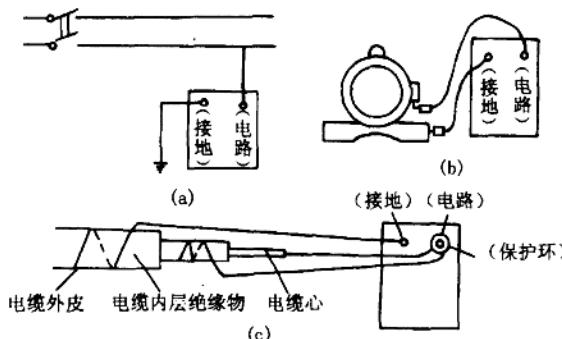

图 3 用兆欧表测量绝缘电阻的正确接法
⑨用兆欧表测量绝缘电阻的正确接法如图 3 所示, 兆欧表上分别标有接地(E)、电路(L)和保护(G)的接线柱。
测量电路的绝缘电阻时, 将被测端接于“电路”接线柱上, 以良好的接地线接于“接地”接线柱上, 如图 3(a)所示。测量电机的绝缘电阻时, 将电机绕组接于“电路”接线柱上, 机壳接于“接地”接线柱上, 如图 3(b)所示。测量电缆心对电缆外皮的绝缘电阻时, 除将电缆心和电缆外皮分别接于“电路”和“接地”接线柱外, 再将电缆外皮和电缆心之间的内层绝缘物接“保护环”, 以消除因表面漏电而引起的误差, 如图 3(c)所示。